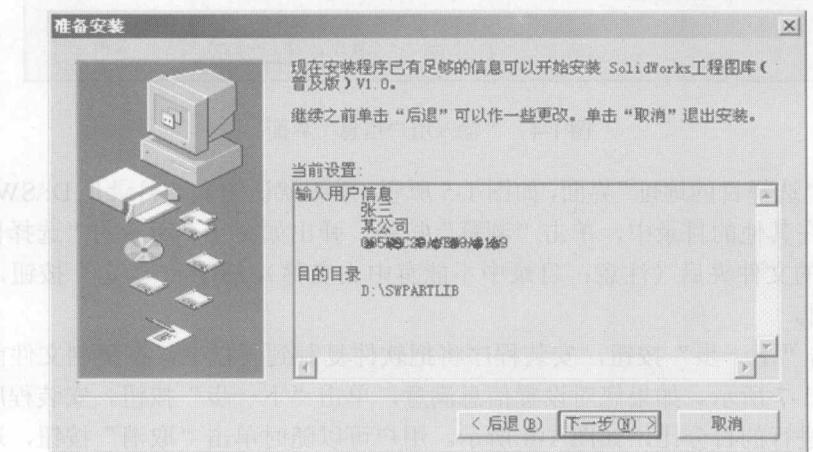
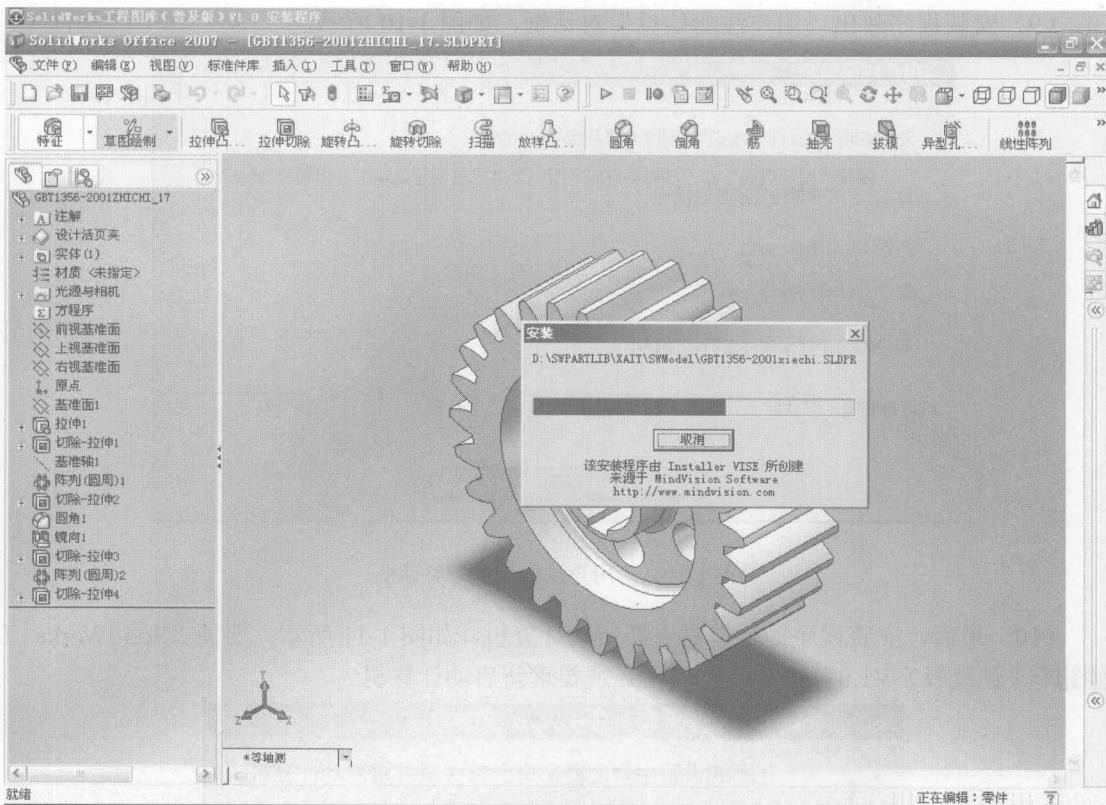

图 1-7 “准备安装”界面
图 1-8 显示安装进度界面
(7) 单击“下一步”按钮，安装程序将把软件复制到硬盘上，在复制文件前请查看设置信息，如图 1-7 所示。如果您对设置信息满意，单击“下一步”按钮。安装程序使用进度条来显示安装进行的百分比，如图 1-8 所示。用户可以随时单击“取消”按钮，退出本软件的安装程序。